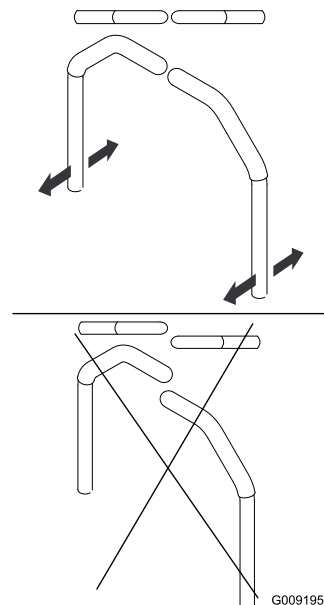

Figure 87
4. Réglez l'alignement avant/arrière des leviers en les plaçant tous deux à la position POINT MORT, puis faites-les coulisser jusqu'à ce qu'ils soient alignés, et serrez les boulons (Figure 87).